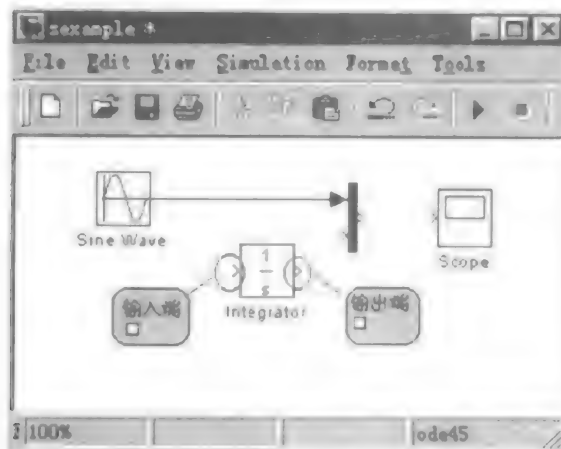

图 3-10 连线示意图
(4) 分别将所需的各个模块从库里拖曳到空白的模型窗口。这时，Simulink 会在模型窗口复制出这些模块。复制后的结果如图 3-10 所示。